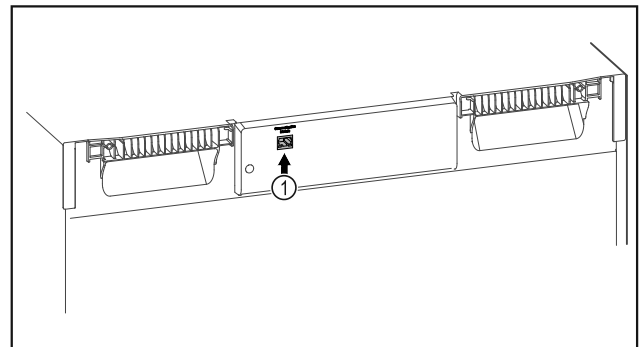

Fig. 71
- SmartModule Fig. 71 (1) is geplaatst.